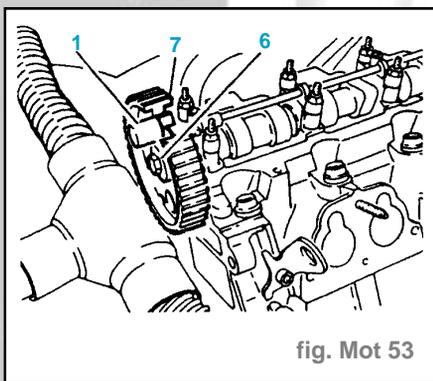
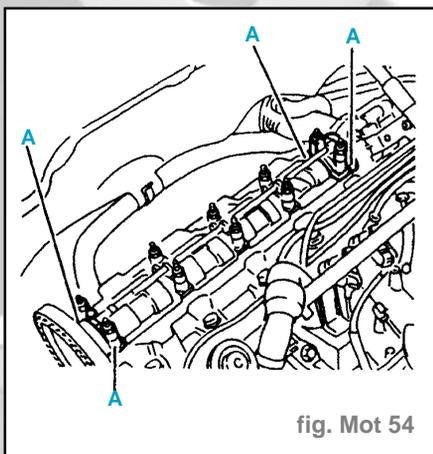

fig. Mot 53
fig. Mot 54
- Reposer le pignon d'arbre à cames (7) (fig. Mot. 53).
- En utilisant l'outil (1) serrer la vis (6) à **3,5 daN.m**.
- Déposer de la pâte à joint silicone en (A) (fig. Mot. 54).
- Déposer de la pâte à joint silicone 2 en (A) (fig. Mot. 54).